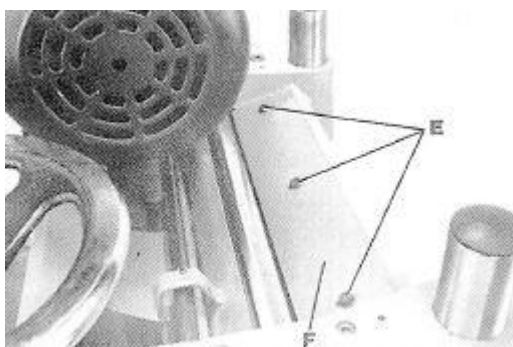

Рис. 44
4. Выкрутите три винта (Е), Рис. 44, и снимите стружкоотражатель (F).